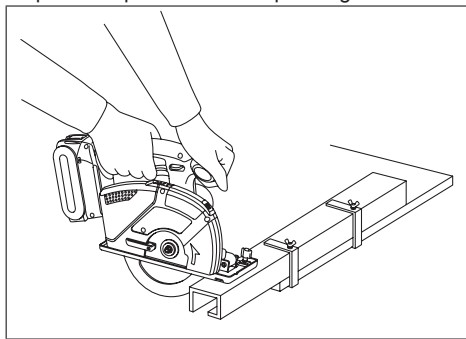
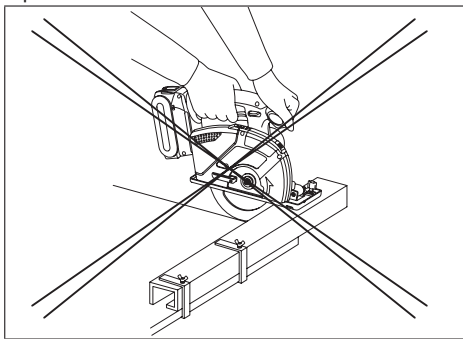

Fig. 17
Fig. 18
1. Placez la partie la plus large du sabot sur la partie de la pièce ouvragée qui est solidement soutenue (voir la fig. 17), et jamais sur la section qui s'affaîssera à la fin du sciage (voir la fig. 18). Pour éviter tout risque de contrôle de l'outil, saisir fermement la scie. Une façon désinvolte de procéder peut se traduire par de graves accidents corporels.